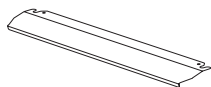

Figura 29
1. Un panou de siguranță este proiectat pentru a proteja panoul de control și butoanele atunci când cuptorul este în modul grătar. (Figura 29)